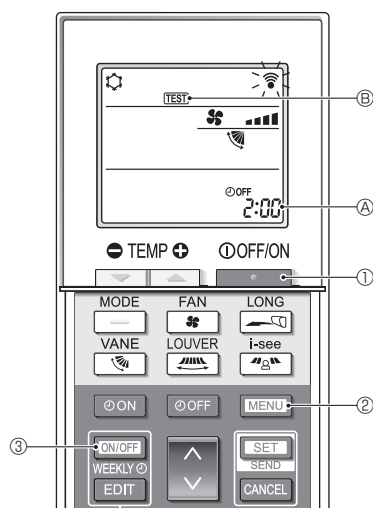

Fig. 7-4
■ Тестовый прогон (Fig. 7-4)
1. Нажмите кнопку **ON/OFF** (1), чтобы остановить работу кондиционера воздуха.
- Если недельный таймер активирован (есть надпись **WEEKLY**), нажмите кнопку **WEEKLY** (3) для отключения таймера (нет надписи **WEEKLY**).
2. Нажмите и удерживайте в течение 5 секунд кнопку **MENU** (2).
3. Нажмите кнопку **MENU** (2).